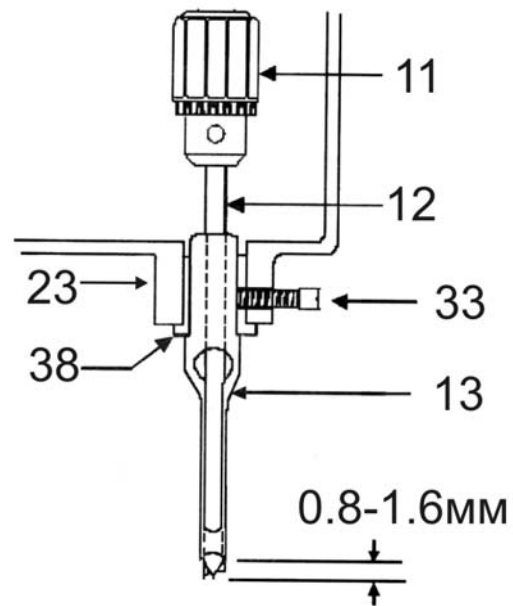

Рис.4
9.1. Регулировка и установка пазовальной насадки (Рис.4)
9.1.4. Ослабьте фиксирующий винт (33) и протолкните долото (13) вверх до упора и зафиксируйте фиксирующий винт (33). Это должно создать правильное расстояние между режущими кромками долота (13) и сверла (12), указанное на Рис.4.